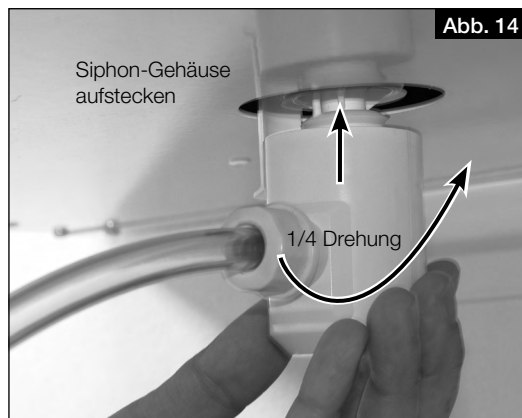

Abb. 14
5. Siphon-Gehäuse aufstecken und mit einer 1/4-Drehung im Befestigungsteil einrasten lassen (s. Abb. 14). Darauf achten, dass die Schwimmerkugel lose im Gehäuse liegt!